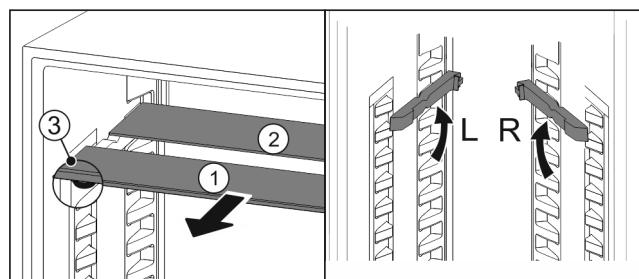

Fig. 131
- Пусонуйте Fig. 131 (1) скляну панель вперед.
- Скляна панель Fig. 131 (1) з декоративною планкою лежить спереду.
- Стопори Fig. 131 (3) показують вниз.